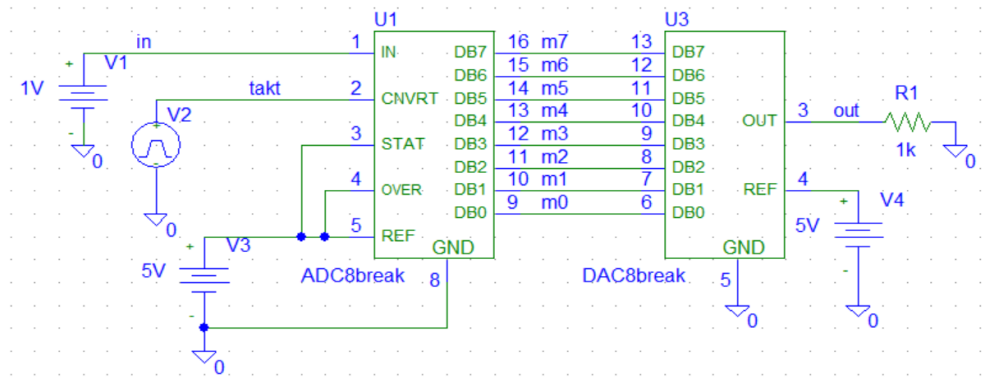

Рис. 6.7. Схема спільного використання ЦАП і АЦП у статичному режимі
3.Зібрати і дослідити схеми спільного використання ЦАП і АЦП у статичному режимі (рис. 6.7).